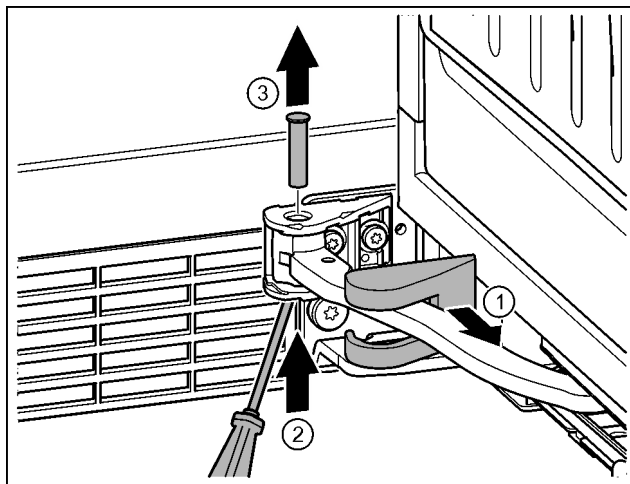

Fig. 19
- ▶ Stiahnite kryt ložiskovej konzoly a presuňte ho pozdĺž kĺbu. Fig. 19 (1)
- ▶ Čap zdola nadvihnite prstom alebo skrutkovačom. Fig. 19 (2)
- ▶ Skrutkovač zasuňte pod hlavu čapu a vyťahnite ho. Fig. 19 (3)